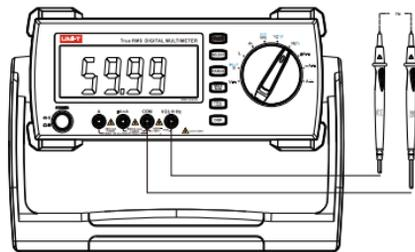

图 9
- 将旋钮选择开关置于档, 按下键切换成频率测量功能(如图9)
- 将旋钮选择开关置于 $\text{Hz}\%$ 档, 按下 **SELECT** 键切换成占空比测量功能(如图9)